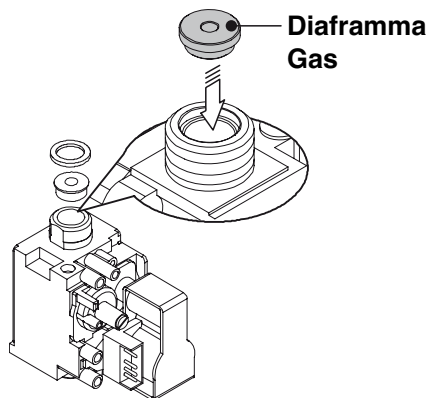

Figura 8.3
- Eseguire la trasformazione del tipo di gas sostituendo correttamente il diaframma gas Figura 8.3, facendo riferimento alla sezione "Dati tecnici" pag. 17.